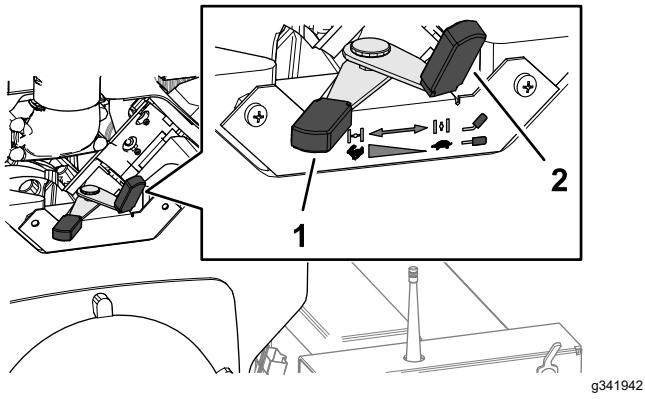

Figura 15
2. Se o motor estiver frio, move a alavanca do ar (Figura 15) para a posição LIGAR.
3. Mova a alavanca do acelerador (Figura 15) para o meio entre a posição Lento e a posição Rápido.